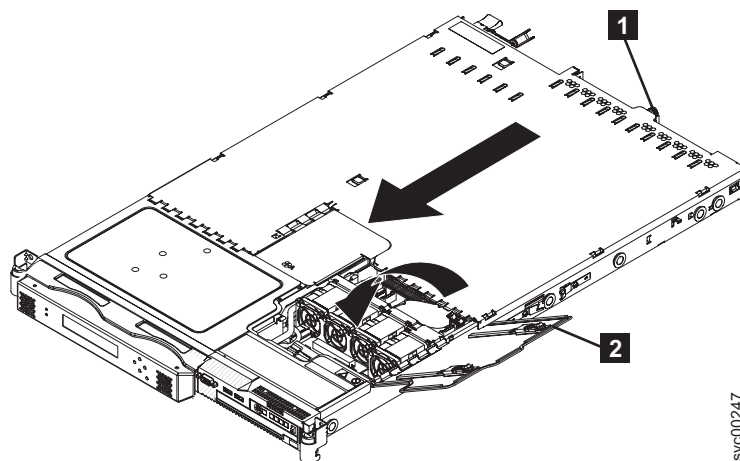

図 74. ファン・ドアを開いた状態の SAN ボリューム・コントローラー 2145-8G4
3. カバーが SAN ボリューム・コントローラー 2145-8G4 上のすべての差し込みタブに正しく噛み合うまで、つまみねじ **1** (図 74 を参照) を締めます。